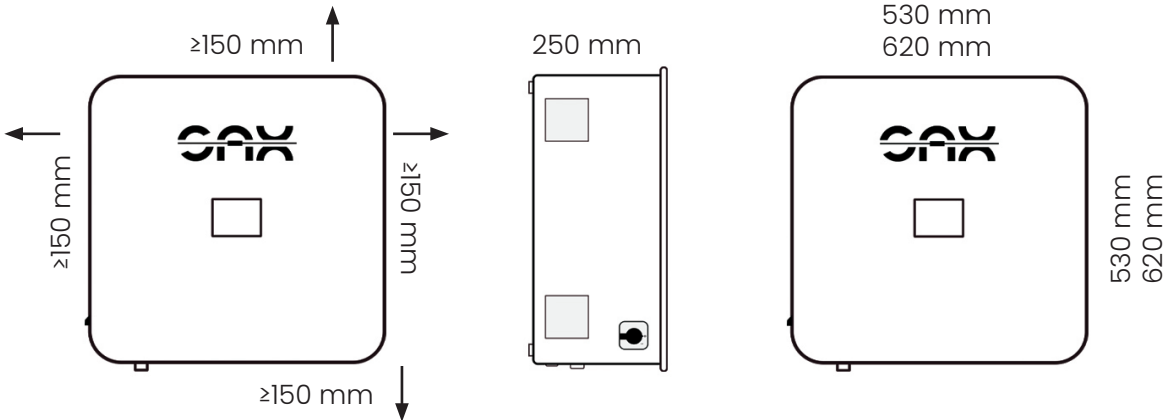

Abb. 13.3 Abstandsvorgaben und Speichermaße
1. Wandhalterung mit einer Wasserwaage ausrichten und Montageabstände beachten (Abb. 13.3).